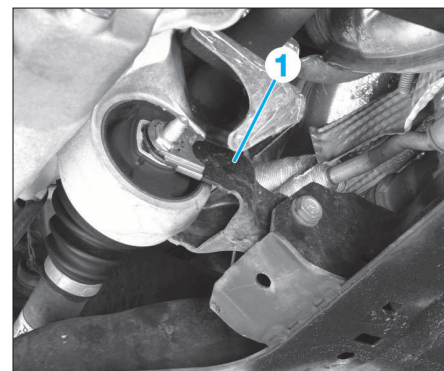

FIG. 57
- le support anticouple (1) (Fig.57),